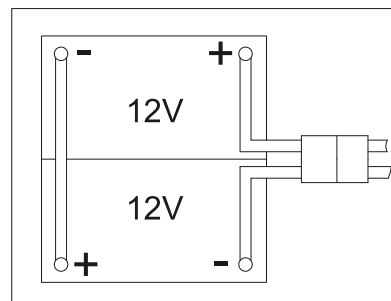

Figure 3
La machine nécessite deux batteries de 12 V, connectées selon le schéma (Figure. 3).
- Ouvrir le couvercle du réservoir de récupération (1) et vérifier si le réservoir de récupération (25) est vide; sinon, le vider par le tuyau de vidange (22).
- Fermer le couvercle du réservoir de récupération (1).
- Renverser le réservoir de récupération (25) avec précaution.
- Acheminer et installer le câble de la batterie comme indiqué dans (Figure 3), puis serrer soigneusement l'écrou sur chaque borne de la batterie.
- Placer le capot de protection sur chaque borne, puis connecter le connecteur de la batterie (38).
- Abaissier avec précaution le réservoir de récupération (25).